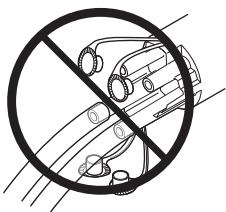

图 5 关闭所有未使用的端口
4. 使用相应的帽盖，关闭所有未使用的多通道接头端口(图 5)。